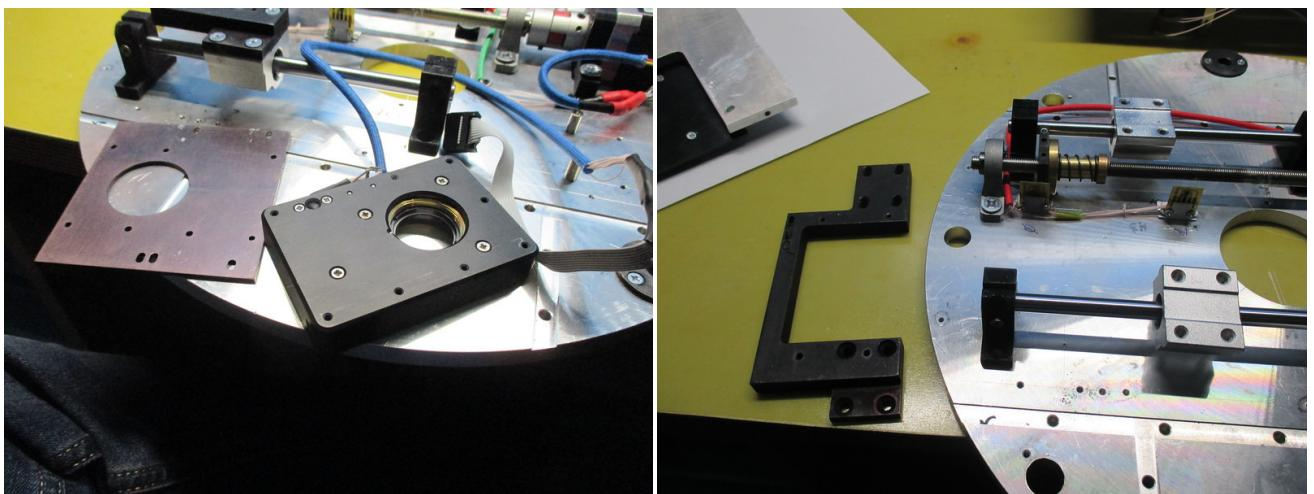

Рис. 27: Отсоединение ротатора от пластины, съем кронштейна.
14. Открутить винты, стягивающие пластину и ротор. Снять ротор фазовой пластины. Открутить фиксатор и извлечь фазовую пластину. Выкрутить винты, крепящие С-образный кронштейн к подшипниковым узлам транслятора и отделить кронштейн (см. рис. 27).